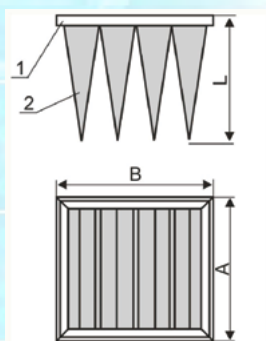

Рис.1 Схема фильтра ФЯК
Фильтры (рис. 1) состоят из металлической или пластиковой рамки (1) и фильтрующего материала, соединенного в виде карманов (2). Противоположные поверхности карманов стянуты ограничителями, что препятствует их сильному раздуванию и слипанию смежных карманов. Фильтры ФЯК также могут устанавливаться в секцию карманных фильтров типа СКФ (см. каталог ООО «НПП «ФОЛТЕР», www.folter.ru).